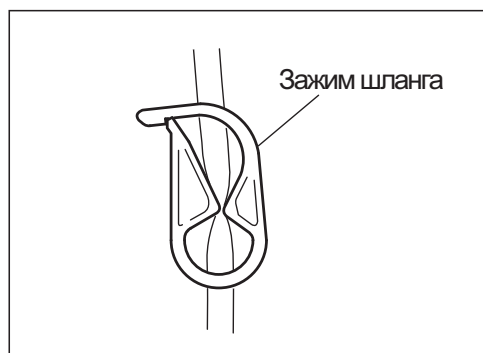

Рис.12
- 1) Закройте зажим шланга, расположенный между иглой ирригационного шланга и ирригационной помпой, как показано на Рис. 12.